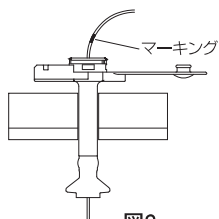

図2
2. 留置されているボタンのキャップを開け、ガイドワイヤをマーキングの手前まで挿入する。（図2）